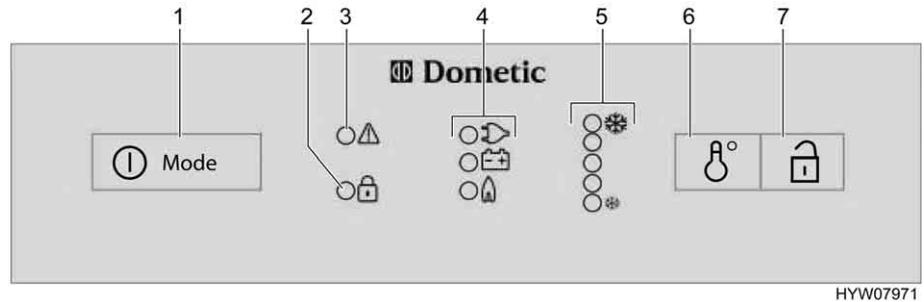

Fig. 138 Elementos de mando para el frigorífico (Dometic de la serie 8 con SMSE)
- Pulsar el conectador/selector de energía (Fig. 138,1) 2 segundos para conectar el aparato. Se ilumina el LED del último modo de funcionamiento seleccionado.
- Si fuera necesario, pulsar el conectador/selector de energía (Fig. 138,1) varias veces brevemente hasta que se ilumine el piloto gas "🔥". El suministro de gas está abierto. El encendido se realiza automáticamente. Se oye un sonido de tic-tac hasta que el proceso de encendido se haya llevado a cabo con éxito.
- Ajustar la temperatura de refrigeración con el conmutador para el ajuste de la temperatura (Fig. 138,6).
- Si fuera necesario, pulsar el conectador/selector de energía (Fig. 138,1) varias veces brevemente hasta que se ilumine el piloto 230 V "⚡".
- Pulsar el conector/selector de energía (Fig. 138,1) 2 segundos para conectar el aparato. Se ilumina el LED del último modo de funcionamiento seleccionado.
- Si fuera necesario, pulsar el conector/selector de energía (Fig. 138,1) varias veces brevemente hasta que se ilumine el piloto 12 V "12V".